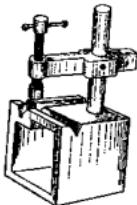

图 1-2-15 方 箱
(10) 方箱 (图 1-2-15) 用于夹持工件并能翻转位置而划出垂直线。一般附有夹持装置和制有 V 形槽。